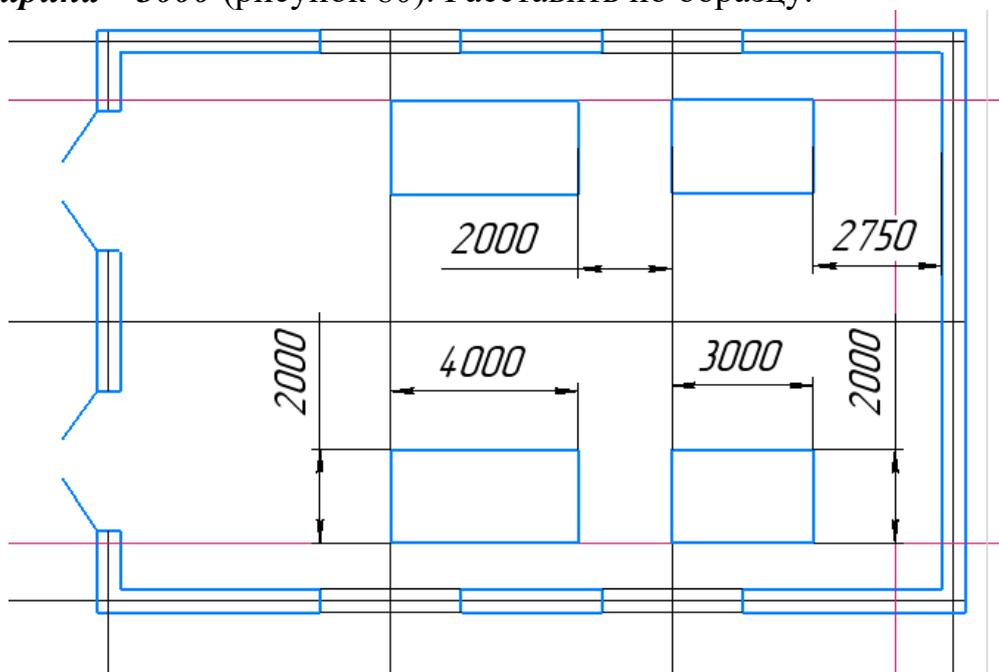

Рисунок 80.
17. Оборудование на строительном чертеже выполняется условно. С учетом рабочих мест, расстоянием между оборудованием 1000-2000мм. Выполнить прямоугольники: 1 – **Высота – 2000, Ширина – 4000**; 2 - **Высота – 2000, Ширина – 3000** (рисунок 80). Расставить по образцу.